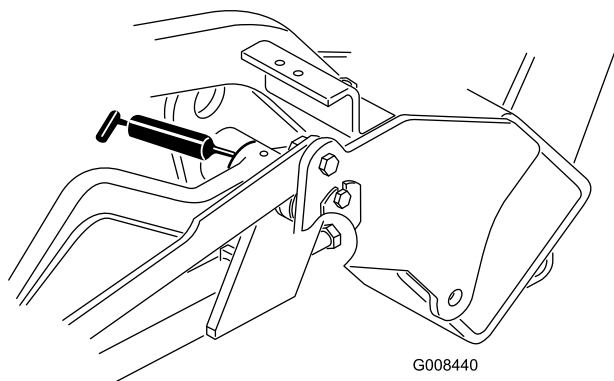

Figure 35
- Bras de relevage (3) (Figure 35).